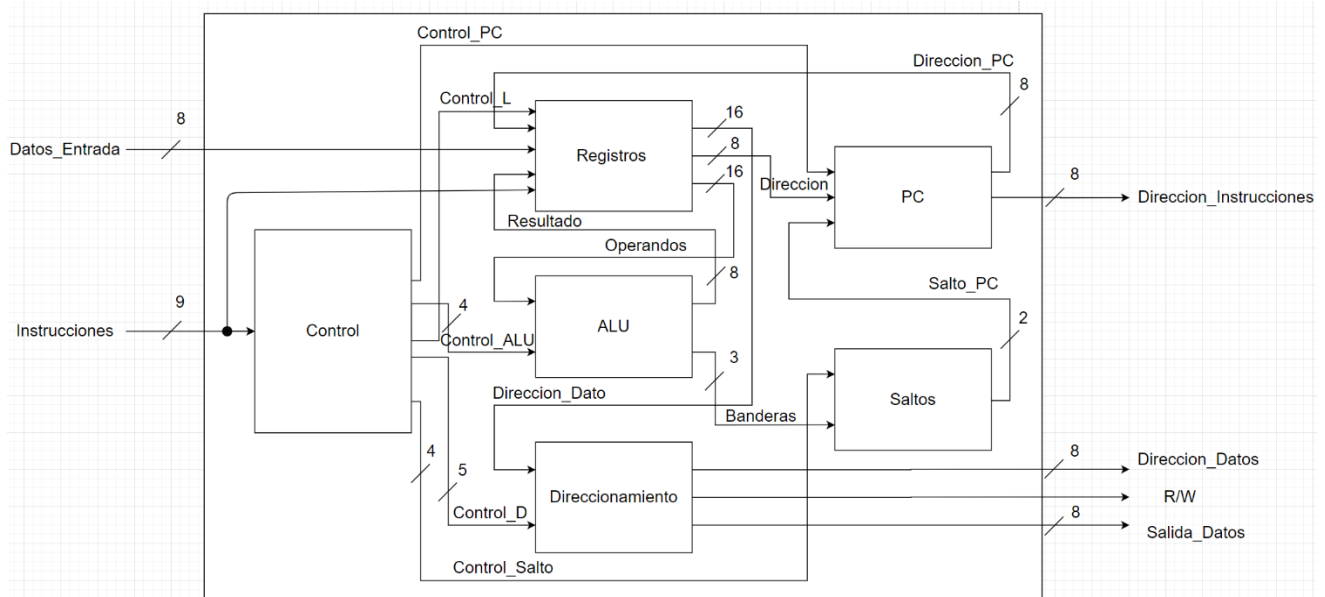

*Figura 3 Diagrama Estructura de Harvard*
**Estructura Harvard.** En la *Figura 3* se muestra el diagrama del micro controlador creado con la arquitectura Harvard. Así como en las *Tabla 3* la descripción de los bloques.